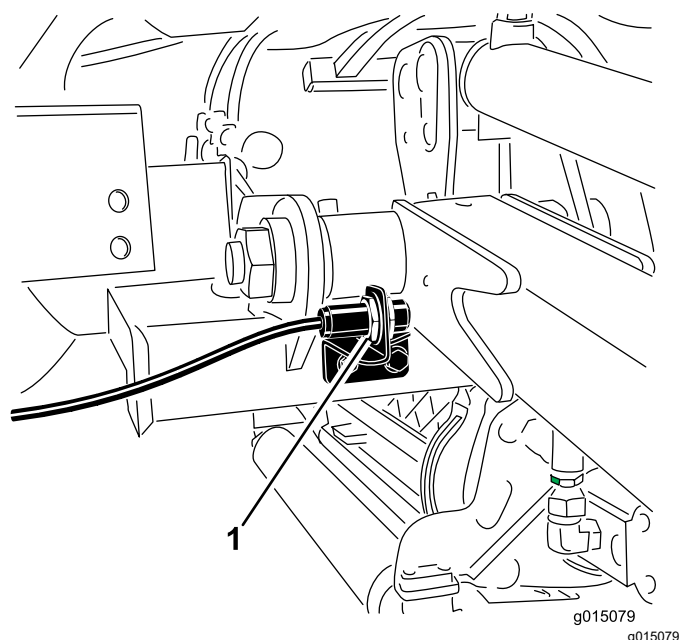

Figura 39
2. El interruptor del brazo de elevación está situado detrás del brazo de elevación delantero derecho (Figura 39).
3. Afloje los tornillos de montaje del interruptor (Figura 39) y desplace el interruptor hacia arriba para aumentar la altura de giro del brazo de elevación, o hacia abajo para reducir la altura de giro del brazo de elevación. Apriete los tornillos de montaje.